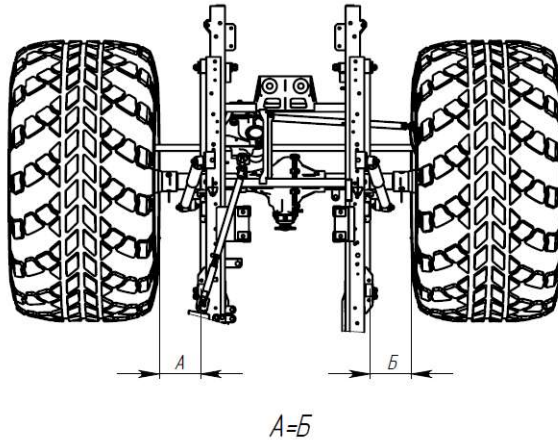

Рис. 6.16 Установка управляемых колес в положение прямолинейного движения.
2. Предварительно установить управляемые колеса транспортного средства в положение прямолинейного движения (см. Рис. 6.16). Для более точной установки выполнить замер расстояния от бортового кольца обода колеса до боковой поверхности рессоры. Измерения произвести с левым и правым колесом. Расстояния должны быть равны.